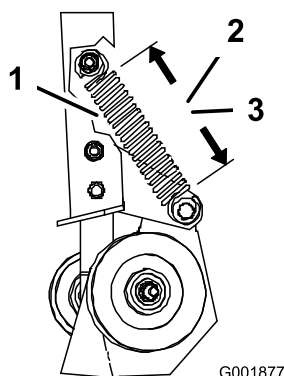
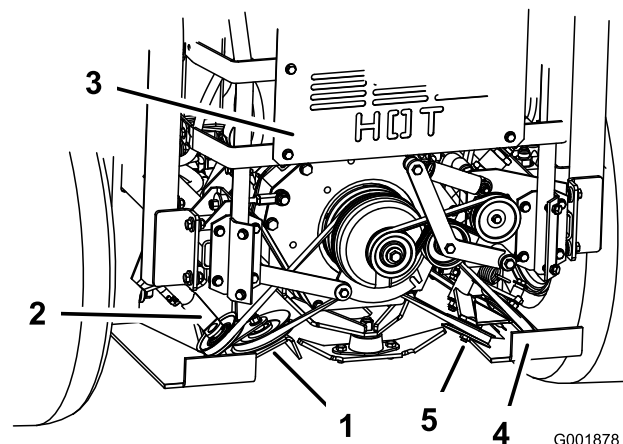

Figura 63
Figura 64
3. Mida la longitud del muelle. Compruebe que las espirales del muelle de la polea tensora tensada con muelle tiene las medidas indicadas a continuación (Figura 63 y Figura 64).
- Medida del muelle izquierdo: $14,6 \pm 0,3$ cm (Figura 63).
- Medida del muelle derecho: $14,0 \pm 0,3$ cm (Figura 63).
4. Si el muelle no tiene las medidas correctas, afloje la tuerca que sujeta la polea tensora ajustable para que pueda desplazarse hacia arriba y hacia abajo dentro de la ranura (Figura 64).
5. Alivie la presión en la polea tensora tensada con muelle (Figura 64).
6. Posicione la polea inferior ajustable en la ranura y apriete la tuerca (Figura 64).
7. Compruebe que la espiral del muelle de la polea tensora tensada con muelle tiene las medidas correctas (Figura 63).